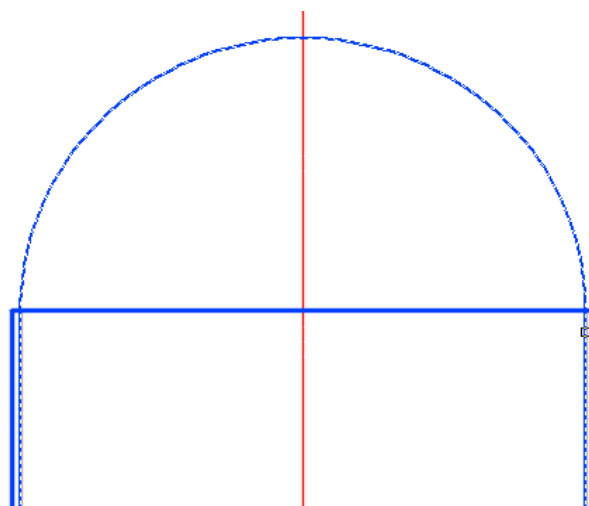

Рис. 89. Схема крышки абсорбера
3.1. Вычертить место соединения крышки с корпусом в произвольном по высоте месте с помощью команды **Отрезок** (*Слой 1*) и привязки **Нормаль** для указания второй точки (см. рис. 89). Удалить лишние линии с помощью команды **Редактирование** → **Обрезать**.